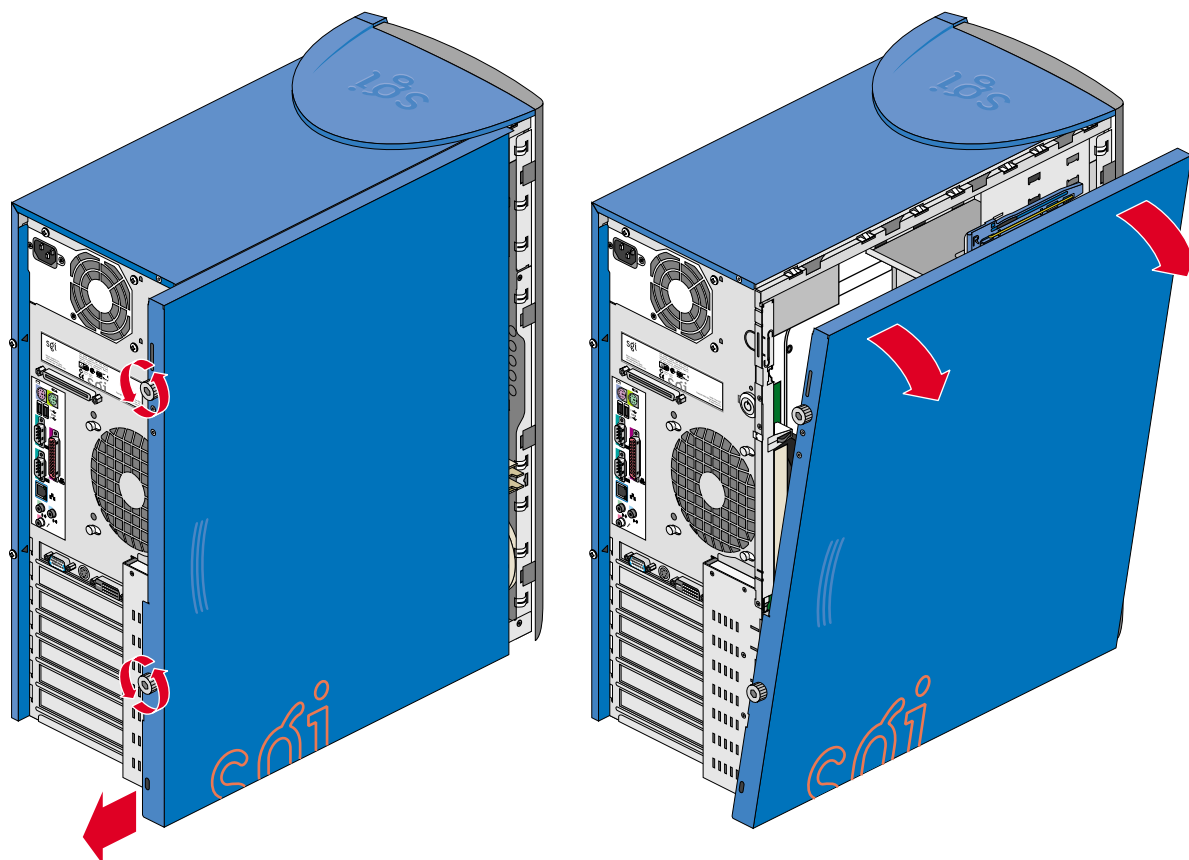

図2-1 サイドパネルの取り外し
3. サイドパネルを取り外すには、図2-1を参照しながら以下の指示に従ってください。